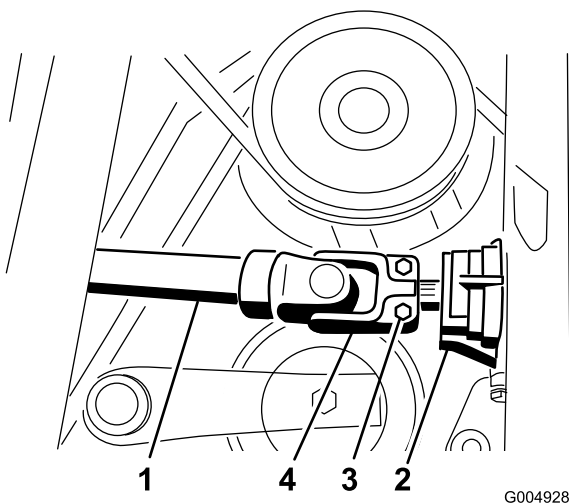

Figure 36
6. Desserrez les boulons et écrous de l'arbre d'entraînement de PDF. Retirez la goupille cylindrique et déposez l'arbre d'entraînement de l'arbre de boîtier d'engrenages (Figure 36).